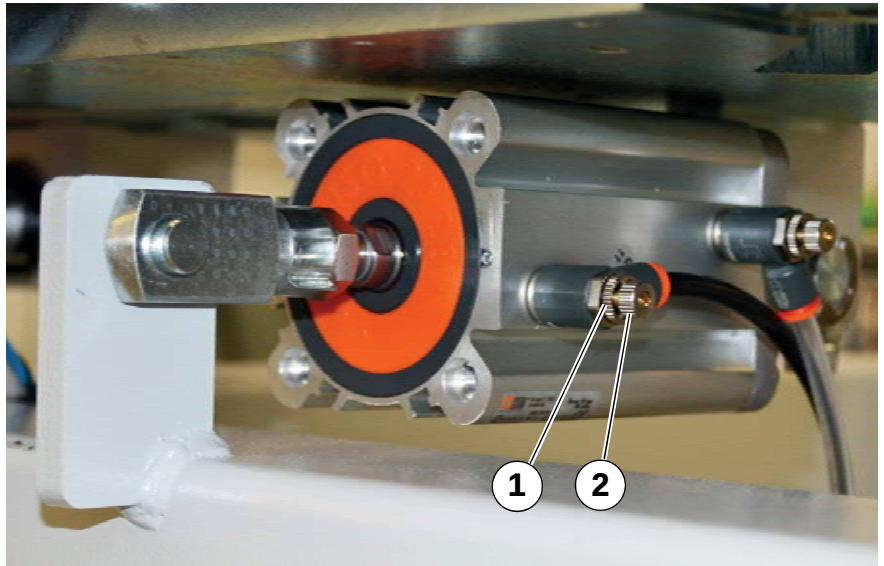

Fig. 16
1) allentare la ghiera di bloccaggio (esempio fig.16 part.1) della vite di regolazione del regolatore di flusso,
2) ruotare in senso orario la vite di regolazione (esempio fig.16 part.2) per chiudere il flusso dell'aria e quindi per ridurre la velocità di traslazione del cilindro nel senso di marcia indicato dalla freccia di fig.16,
3) ruotare in senso antiorario la vite di regolazione (esempio fig.16 part.2) per aprire il flusso dell'aria e quindi per aumentare la velocità di traslazione del cilindro nel senso di marcia indicato dalla freccia.
1) slacken off the locking ring nut (for example, Fig. 16, Part 1) of the adjustment bolt for the flow regulator,
2) turn the adjustment nut clockwise (in example Fig. 16, Part 2) to shut off the flow of air, and so reduce the speed of translation of the cylinder in the direction of travel shown by the arrow in Fig. 16,
3) turn the adjustment nut anti-clockwise (in example Fig. 16, Part 2) to open the flow of air, and so increase the speed of translation of the cylinder in the direction of travel shown.
1) aflojar la abrazadera de bloqueo (ejemplo fig. 16, pieza 1) del tornillo de ajuste del regulador de flujo,
2) girar a la derecha en el sentido horario el tornillo de ajuste (ejemplo fig. 16, pieza 2) para cerrar el flujo del aire y por lo tanto para reducir la velocidad de traslación del cilindro en el sentido de marcha que indica la flecha de la fig.16,
3) girar a la izquierda en el sentido antihorario el tornillo de ajuste (ejemplo fig.16, pieza 2) para abrir el flujo del aire y por lo tanto aumentar la velocidad de traslación del cilindro en el sentido de marcha.
1) desserrer le collier de blocage (exemple fig. 16 détail 1) de la vis de réglage du régulateur de débit,
2) tourner la vis de réglage dans le sens des aiguilles d'une montre (exemple fig.16 détail 2) pour fermer le débit d'air, et par conséquent pour réduire la vitesse de translation du cylindre dans le sens de la marche indiqué par la flèche de la fig.16,
3) tourner la vis de réglage dans le sens inverse des aiguilles d'une montre (exemple fig.16 détail 2) pour ouvrir le débit d'air et par conséquent pour augmenter la vitesse de translation du cylindre dans le sens de la marche.